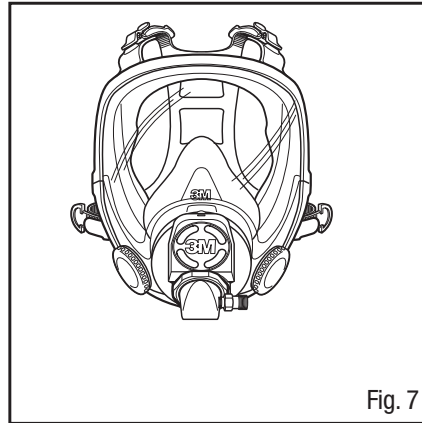

Fig. 7
1. Retire el Tapón de la cara completa 3M™ 7890 y atornille el Adaptador 3M™ W-3187 en la abertura central (Fig. 7).